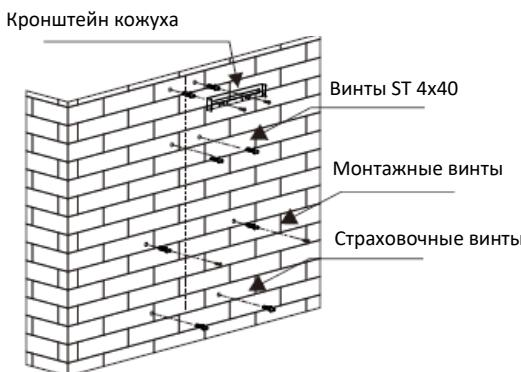

Рис. 2
- Вкрутите в дюбели винты ST 4x30. Винты должны выступать из стены на 3-5 мм, для того, чтобы можно было повесить на них вытяжку. Кронштейн кожуха следует закрепить к стене винтами ST 4x40. См. Рис. 2.